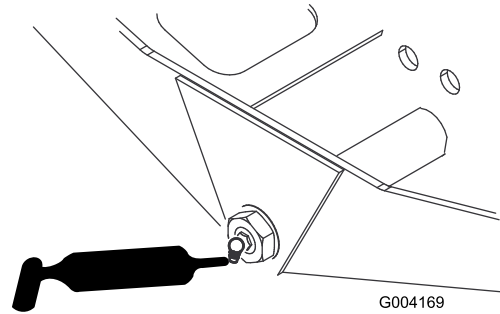

Figura 56
- Articulação da direcção do eixo (1) (Figura 56)